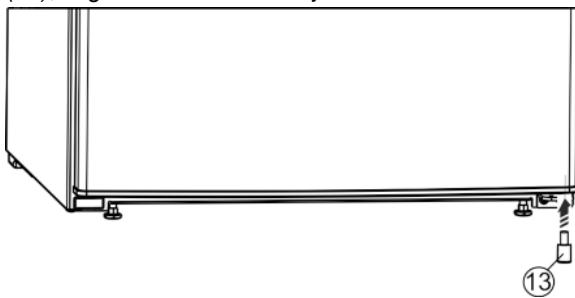

Fig. 11
- ▶ A távtartót Fig. 11 (13) helyezze vissza az ajtó jobb oldalának aljára, mivel ez fontos a készülék stabilitásához.